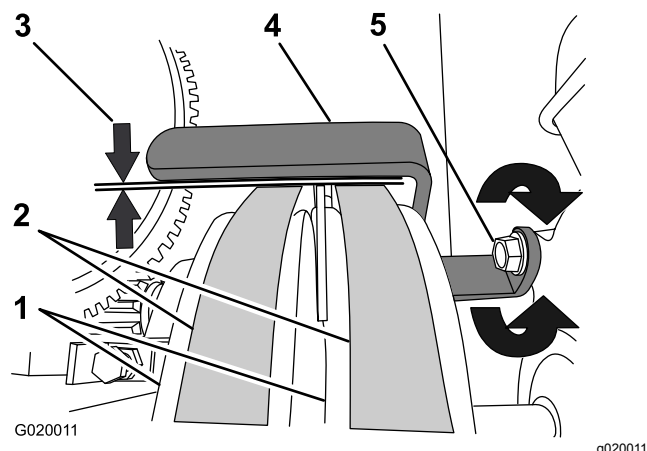

Figure 67
6. Vérifiez que le guide et les courroies sont espacés de 2,5 à 4 mm (3/32 à 5/32 po); voir Figure 67.
- A. Desserrez le boulon qui fixe le guide-courroies au moteur (Figure 67).
- B. Tournez le guide-courroies vers le haut ou le bas jusqu'à ce que vous obteniez un écartement de 2,5 à 4 mm (3/32 à 5/32 po) entre le guide et chaque courroie (Figure 67).
- C. Resserrez le boulon qui fixe le guide-courroies au moteur (Figure 67).